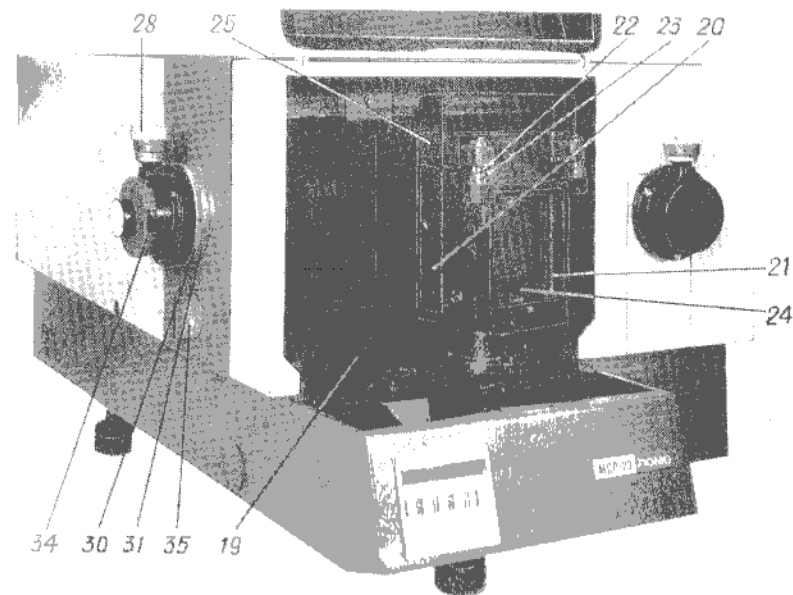
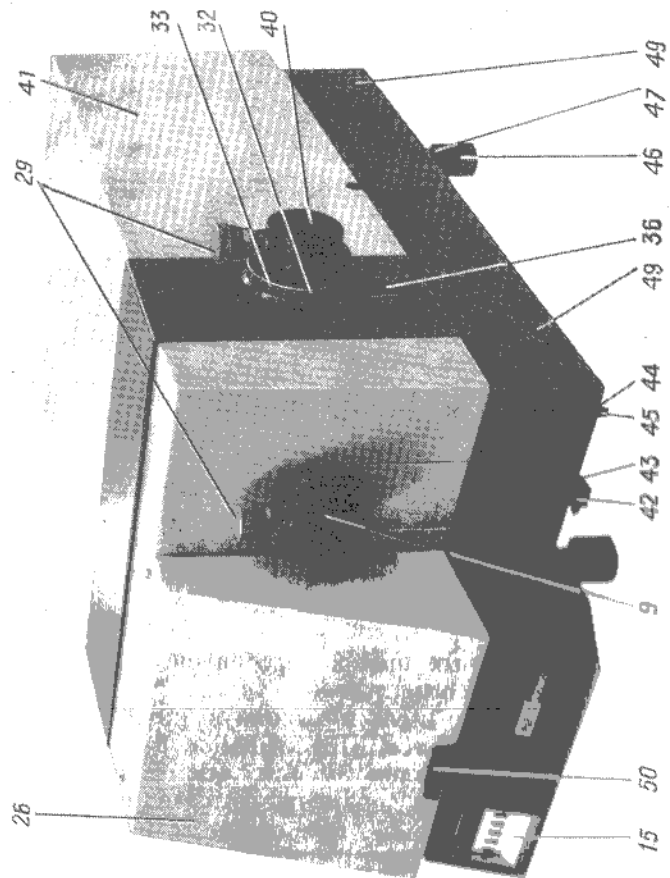
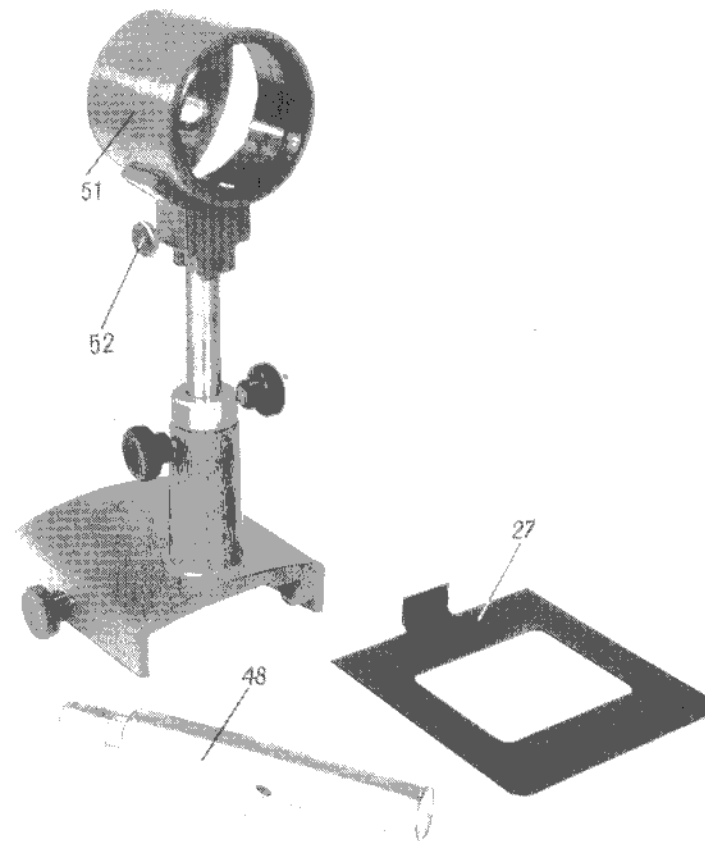

Рис. 5
Рис. 6
Рис. 7
На основании 19 (рис. 5) монохроматора размещены основные элементы оптической и кинематической схем.
Сменные дифракционные решетки в оправе 20 устанавливаются на держатель 21 так, чтобы шпильки опоры 22 вошли в лунки 23, а упор 24 был прижат к площадке держателя. Рукоятка 25 служит для удобства установки решетки. Установку дифракционных решеток осуществляют через окно в корпусе монохроматора, которое закрывается крышкой 26 (рис. 6). На оправе каждой решетки награвировано соответствующее ей число штрихов на миллиметр, а на оправе решетки 1200 штрихов на миллиметр — дополнительное обозначение «I» или «II», определяющее рабочую область решетки: соответственно от 200 до 500 нм или от 350 до 1000 нм.
Для уменьшения действующего относительного отверстия монохроматора до 1:8 на решетку может быть помещена диафрагма 27 (рис. 7). В нерабочем состоянии решетки закрываются выдвижными крышками.
Входная и две выходные щели монохроматора — комбинированные с двойным раскрытием; точность отсчета при раскрытии от 0 до 0,2 мм — 0,001 мм, при раскрытии от 0,2 до 2,2 мм — 0,01 мм. Отсчет ширины раскрытия входной щели осуществляется по шкале барабанчика 28 (см. рис. 5), выходных щелей — по шкалам барабанчиков 29 (см. рис. 6).
Для фокусировки входную щель и выходную щель 10 можно перемещать вдоль оптической оси. Перемещение входной щели осуществляется вращением кольца 30 (см. рис. 5), при этом отсчет снимается по шкале 31, а перемещение выходной щели — вращением кольца 32 (см. рис. 6), при этом отсчет снимается по шкале 33.
В насадке 34 (см. рис. 5), надеваемой на входную щель, могут быть установлены диафрагма с фигурными вырезами, ограничивающая высоту щели, и сменные светофильтры. За входной щелью находится затвор, включение которого осуществляется рукояткой 35. Включение зеркала, направляющего свет на выходную щель 10 (см. рис. 6), или зеркала, срезанного по высоте, осуществляется рукояткой 36.
Все узлы монохроматора закрыты кожухом 41 (см. рис. 6). Под входной щелью монохроматора закрепляется рельс длиной 1000 мм для установки осветительной системы, под выходными щелями — рельсы длиной 400 мм для установки приемников излучения.
Для переноски монохроматора следует пользоваться четырьмя ручками 48 (см. рис. 7).
9.2. Отверните крышки 49 (см. рис. 6) и вверните в резьбовые отверстия четыре ручки 48 (см. рис. 7).
9.4. Введите рельсы в направляющие 42 (см. рис. 6) под входной и выходной щелями, закрепите каждый рельс, для чего прижмите его к упорному винту 43, заверните до упора винт 44 и законтрите его гайкой 45; вращением болтов на свободном конце рельсов установите рельсы в горизонтальное положение.
9.7. Поместите на рельс кварцевый конденсор 51 (см. рис. 7) и установите расстояние между источником излучения, конденсором и входной щелью монохроматора, пользуясь табл. 1 для длины волны 600 нм. Наденьте на входную щель насадку с гравировкой «Г=210».
Вращением кольца 30 (см. рис. 5) и кольца 32 (см. рис. 6) установите рабочее положение входной и выходной щелей, указанное в паспорте монохроматора.
Если при транспортировании монохроматора произошло рас-согласование показаний счетчика длин волн с положением дифракционных решеток, произведите их согласование. Для этого откройте крышку 26 (см. рис. 6) через отверстие в основании монохроматора (слева от держателя дифракционной решетки) отверните два винта в карданном соединении, затем поворотом кардана установите на шкале счетчика показание «05461» и затяните оба винта.
Для получения более высокого качества изображения спектральных линий можно уменьшить действующее отверстие монохроматора до 1:8; для этого в пазы оправы дифракционной решетки вместо предохранительной крышки установите диафрагму 27 (см. рис. 7).
10.4. Для работы с разными приемниками излучения в монохроматоре предусмотрены две выходные щели. При работе с приемником излучения, установленным за выходной щелью 9 (см. рис. 6), рукоятку 36 установите в положение ВЫКЛ, при работе с приемником излучения, установленным за выходной щелью 10, в положение ЗЕРКАЛО, а при одновременной работе с обеими выходными щелями, т. е. при введении в световой пучок зеркала, срезанного по высоте, рукоятку 36 установите в положение ДЕЛИТЕЛЬ.